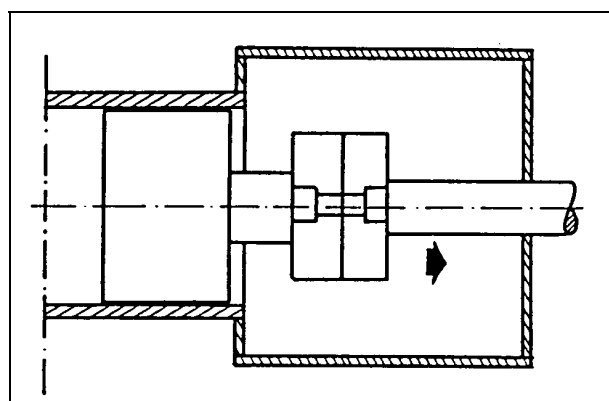

Fig. 4
- Mover lentamente atrás el vástago de émbolo y sacar el émbolo del cilindro (Fig. 4).